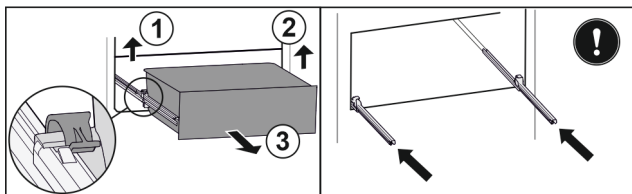

Fig. 171
- Dvignite levo spojko in hkrati povlecite predal levo naprej. Fig. 171 (1)
- Dvignite desno spojko in hkrati povlecite predal desno naprej. Fig. 171 (2)
- Predal vzemite ven v smeri naprej. Fig. 171 (3)